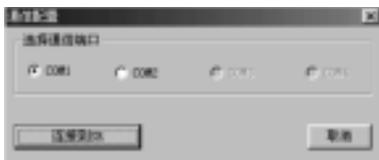

图 4.18 设置串口和波特率
b. 打开应用软件 Super CAD，建立一个新的文件，然后打开计算机串口，鼠标左键单击“通信”菜单下的“配置”选项，或点击工具栏中的 弹出如图 4.18 所示的对话框，在此选择您通讯的串口；